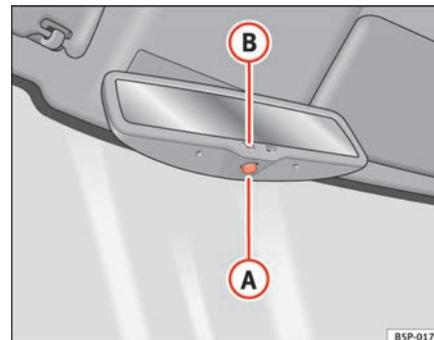

Fig. 88 Retrovisor interior com regulação automática para posição de anti-encandeamento.
- Premir o botão **(A)** ⇒ fig. 88. O aviso de controlo **(B)** apaga-se.
- Premir o botão **(A)** ⇒ fig. 88. O aviso de controlo acende-se.